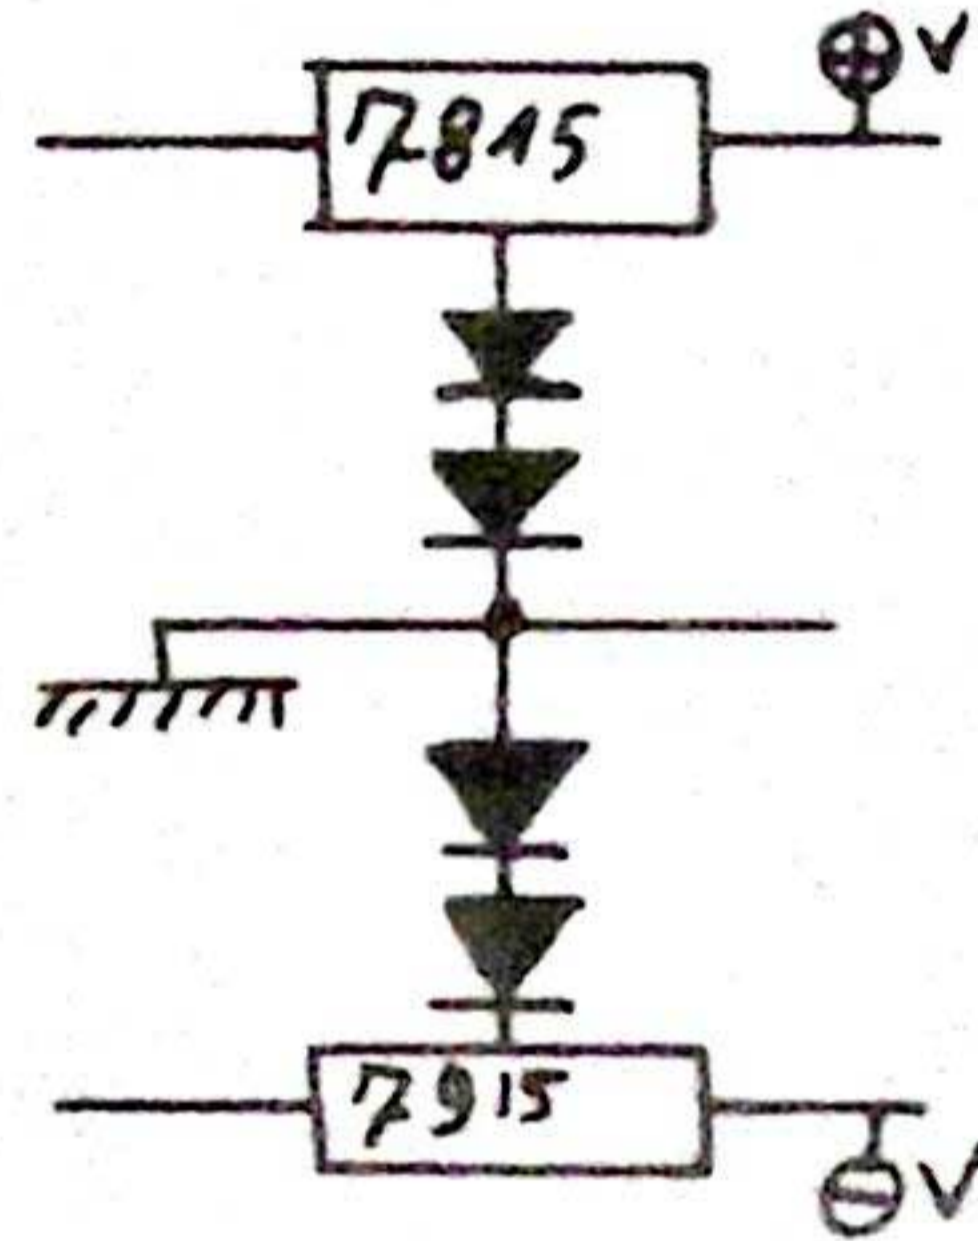

Fig 9.
- pour augmenter la valeur efficace : placez des diodes 1N4001 en série avec les 7815 et 7915, voyez la fig 9. Par exemple avec 2 diodes vous aurez 16,2V (15+2x0,6).